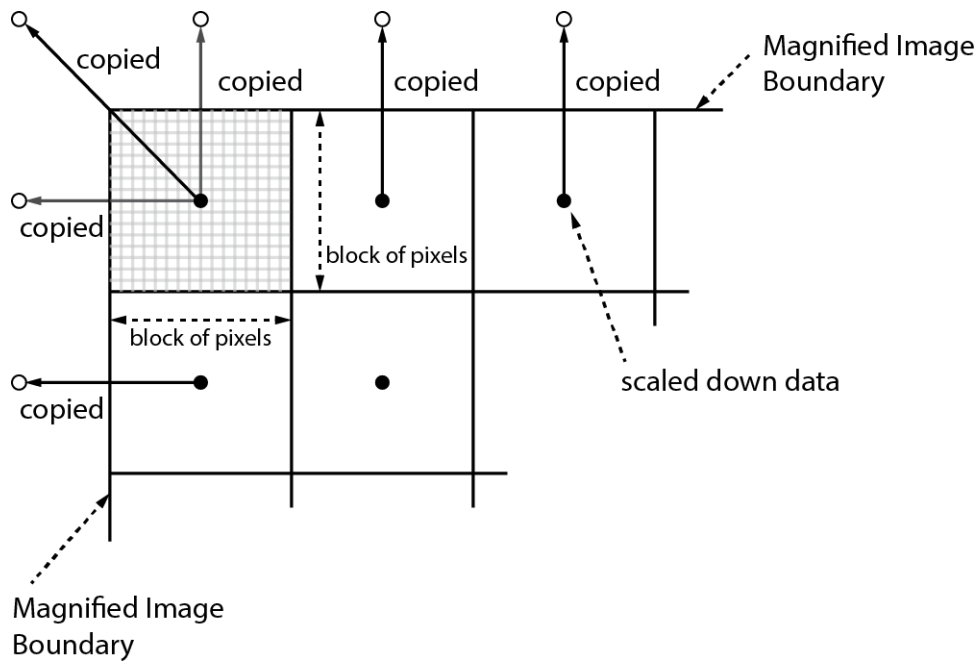

Figure 8.13 Bilinear Interpolated Magnification
2. 'sfc' 명령어를 사용하여 Flat Field Correction 기능을 설정합니다. Flat Field 데이터는 Figure 8.13 과 같이 Bilinear Interpolation 으로 확대된 후 적용됩니다.